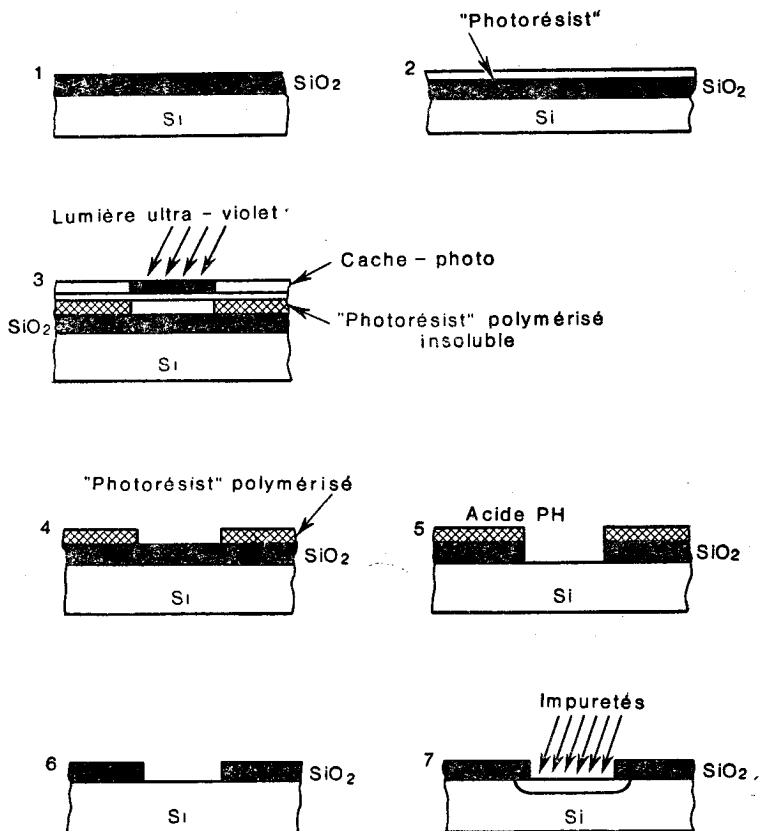

Fig. 2. Masquage par oxyde
Le processus fondamental de masquage par oxyde (voir *fig. 2*) comprend les opérations suivantes : dépôt du photorésist (2) sur la plaquette oxydée de silicium (1), insolation (3) attaque localisée de l'oxyde, (5) suppression du photorésist, (6) diffusion localisée d'impuretés (7). En pratique le processus de fabrication de transistors NPN, utilisant par exemple 6 masques de photogravure, peut comprendre quelques variantes, mais
3. En utilisant la *fig. 2*, exposez le sujet « Processus fondamental de masquage par oxyde ».